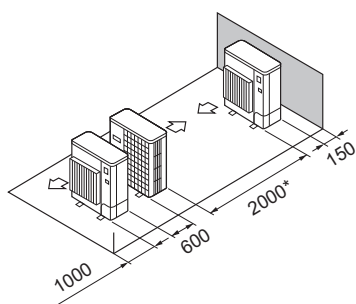

Fig. 2-17
- (5) Disposizione di unità singole parallele (Fig. 2-17)